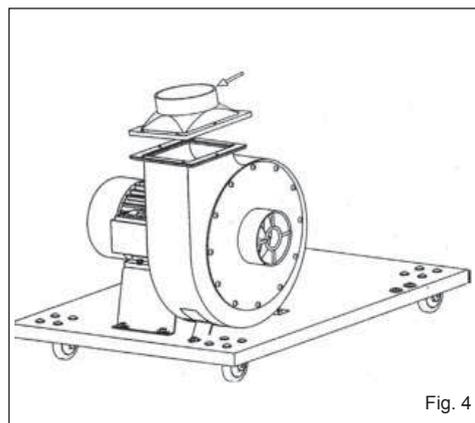

Fig. 4
3. Fissare l'insieme motore/convogliatore con i montanti neri usando le apposite viti, rondelle e dadi (Fig. 4).